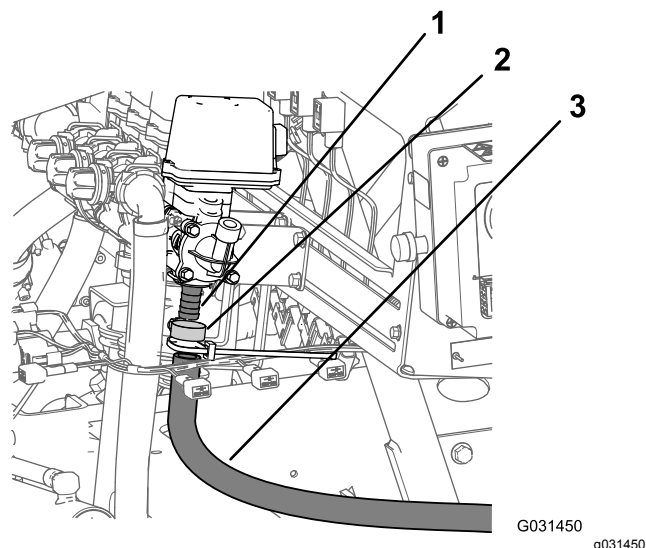

Bild 18
- Entfernen Sie die Schlauchklemme, mit der der Zulaufschlauch für die Schlauchtrommel am gezahnten Anschlussstück des Druckregelventils befestigt ist (**Bild 18**).
- Entfernen Sie den Zulaufschlauch vom Schlauchtrommelventil (**Bild 18**).